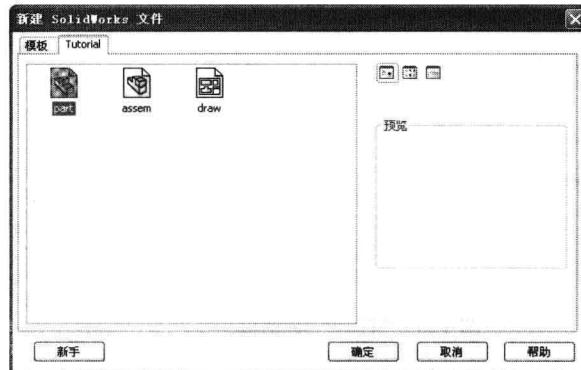
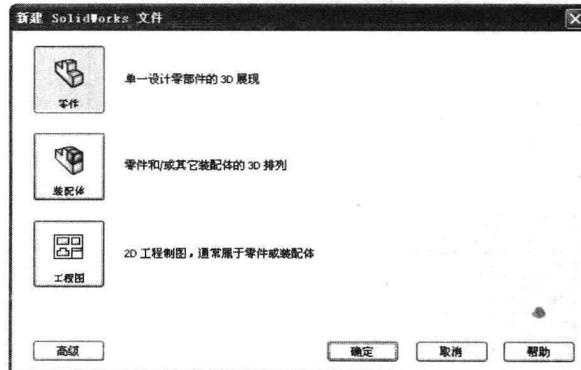

图 1-3 “新建 SolidWorks 文件”对话框
图 1-4 新手版本“新建 SolidWorks 文件”对话框
- 选择文件类型。此时系统弹出如图 1-3 所示的“新建 SolidWorks 文件”对话框。在该对话框中有 3 个图标，分别是零件、装配体及工程图图标。单击对话框中需要创建文件类型的图标，然后单击“确定”按钮，就可以建立相应类型的文件。
高级版本在各个标签上显示模板图标的对话框，当选择某一文件类型时，模板预览出现在预览框中。在该版本中，用户可以保存模板添加自己的标签，也可以选择 tutorial 标签来访问指导教程模板，如图 1-3 所示。
单击图 1-3 中的“新手”按钮就会进入新手版本显示模式，如图 1-4 所示。该版本中使用较简单的对话框，提供零件、装配体和工程图文档的说明。